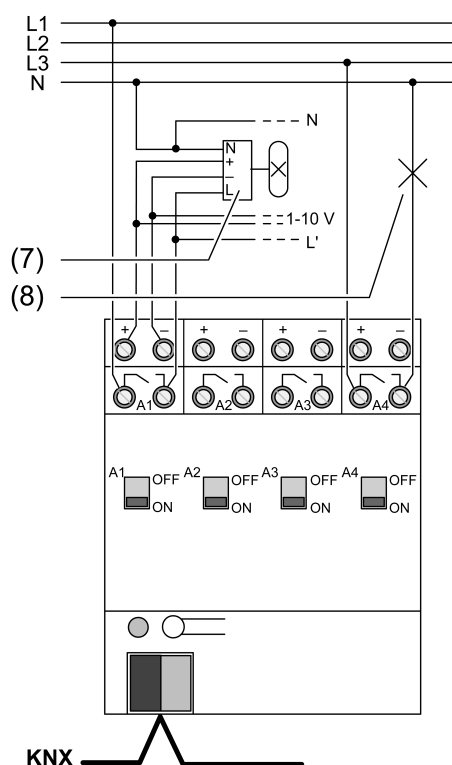

Imagen 2: Ejemplo de conexión – aparatos con lámparas con interfaz 1-10 V
- Conectar el aparato según plano de conexiones (Imagen 2).